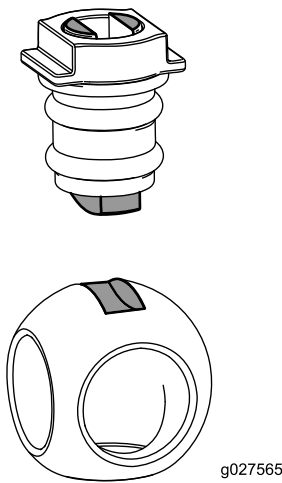

Bild 116
6. Setzen Sie die Kugel in das Ventilgehäuse ein (Bild 116).
Hinweis: Der Ventilschaft sollte in den Kugelantriebsschlitz passen. Passen Sie die Position der Kugel an, wenn der Ventilschaft nicht passt (Bild 116).